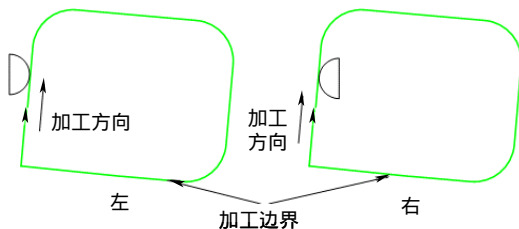

图 7-76 接近方法
- **【接近方法】**: **【偏移类型】**选择为**【边界上】**时设定。对于加工方向, 相对加工范围偏移在哪一侧, 有以下两种选择, 如图 7-76 所示。不指定加工边界时, 以毛坯形状的顺时针方向作为基准。